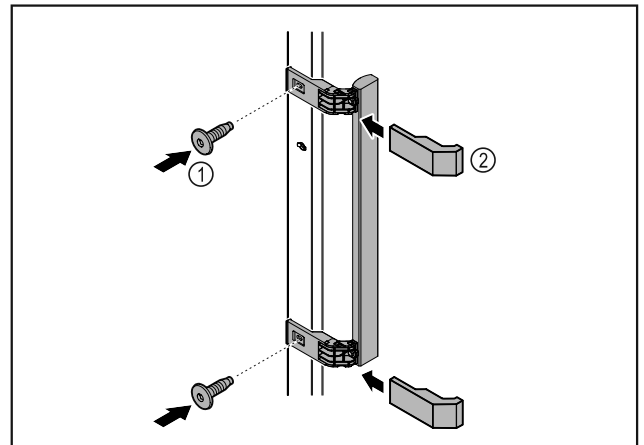

Fig. 3
- Atașați mânerul din pachetul de accesorii la ușă cu ajutorul șuruburilor incluse Fig. 3 (1).
- Aplicați capacul Fig. 3 (2).